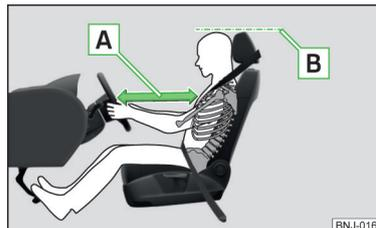

Abb. 1
- ✓ Das Lenkrad so einstellen, dass der Abstand **A** zwischen Lenkrad und Brustbein mindestens 25 cm beträgt » **Abb. 1, Lenkrad einstellen** » **Seite 10, Lenkradposition einstellen**.
- ✓ Die Kopfstütze so einstellen, dass die Oberkante der Kopfstütze sich möglichst auf einer Höhe mit dem oberen Teil Ihres Kopfes befindet¹⁾ **B** » **Abb. 1**.
- ✓ Die Kopfstütze so einstellen, dass die Oberkante der Kopfstütze sich möglichst auf einer Höhe mit dem oberen Teil Ihres Kopfes befindet¹⁾ **B** » Abb. 1 auf Seite 9.
- ✓ Die Kopfstütze so einstellen, dass die Oberkante der Kopfstütze sich möglichst auf einer Höhe mit dem oberen Teil des Kopfes befindet **B** » Abb. 1 auf Seite 9.